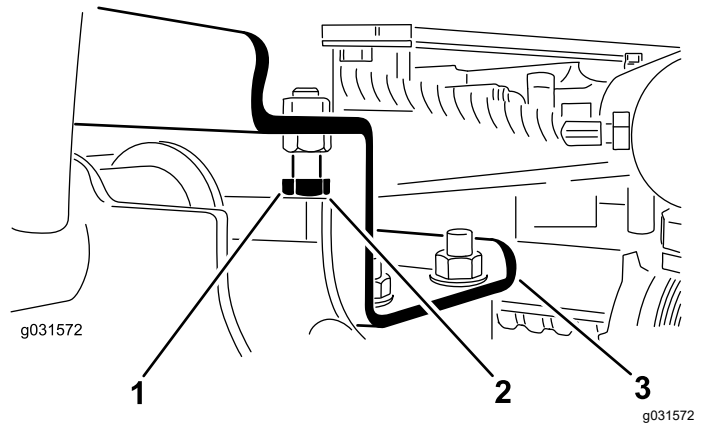

Figura 13
- A. Afloje los pernos de tope (Figura 13).
2. Compruebe que la holgura entre cada brazo de elevación y el perno de tope es de 0,13 a 1,02 mm, tal y como se muestra en la Figura 13.